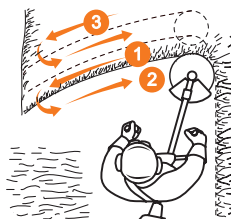

Рис. 14
- Для кошения густой высокой травы перемещайте режущую часть медленно и осторожно. Скашивание травы производите на максимальных оборотах двигателя справа налево, возвращайте катушку по уже скошенной траектории (Рис. 14).